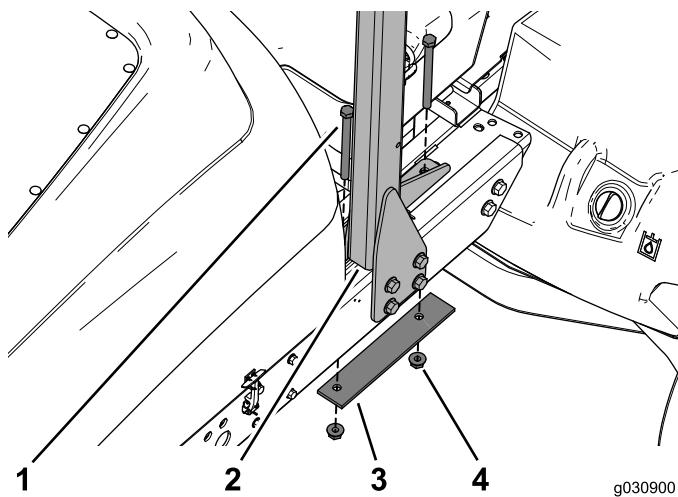

Рисунок 5
6. Расположите пластины жгута проводки и отделение аккумуляторной батареи так, чтобы можно было снять два болта, усиливающую пластину и две фланцевые гайки, которые крепят конструкцию защиты оператора при опрокидывании (ROPS) к верхней части рамы (Рисунок 5). Отложите их в сторону.